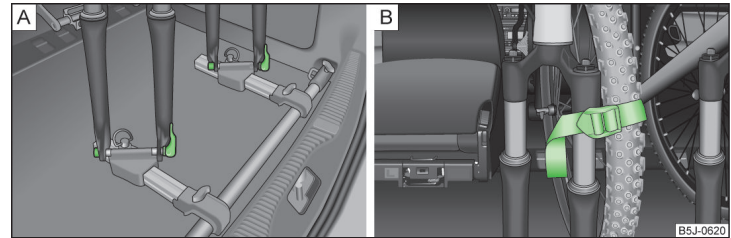

Abb. 74 Fahrrad einsetzen / Befestigungsbeispiel des Vorderrads
- › Die Fahrradgabel auf die Befestigungsachse aufsetzen und mit dem Schnellspanner festziehen » Abb. 74 - **A**.
- › Das abgebaute Vorderrad am besten zwischen der Kurbel des linken Pedals und dem Fahrradrahmen verstauen und mit einem Gurt an der Vordergabel » Abb. 74 - **B** bzw. an einem der Befestigungselemente befestigen.